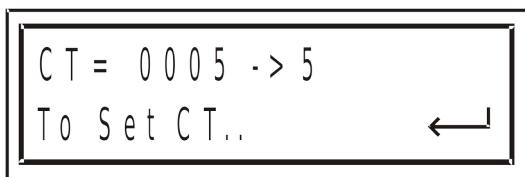

Рис. 10
5. Нажмите **Enter**. На дисплее отобразится экран задания коэффициентов трансформации (рис. 10):